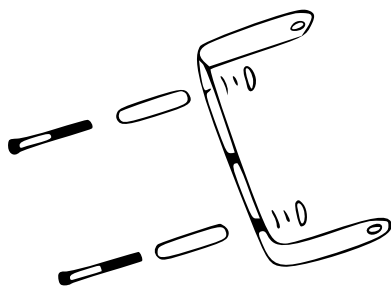
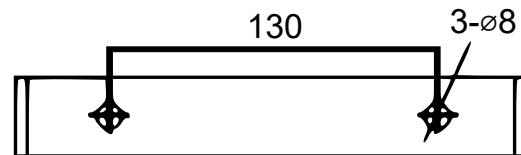

Fig. 1
Fig. 2
- El soporte tiene dos agujeros en ambos extremos con los tornillos M8 correspondientes. Los tres agujeros también pueden estar provistos de tornillos. Los tornillos deben fijarse cada uno con una arandela de muelle y una arandela plana (véase fig. 1). Para conocer la posición de los tres agujeros, consulte la fig. 2 (dimensiones del soporte). En caso de que desee un mayor alcance del carrete, también puede comprar un soporte adicional.